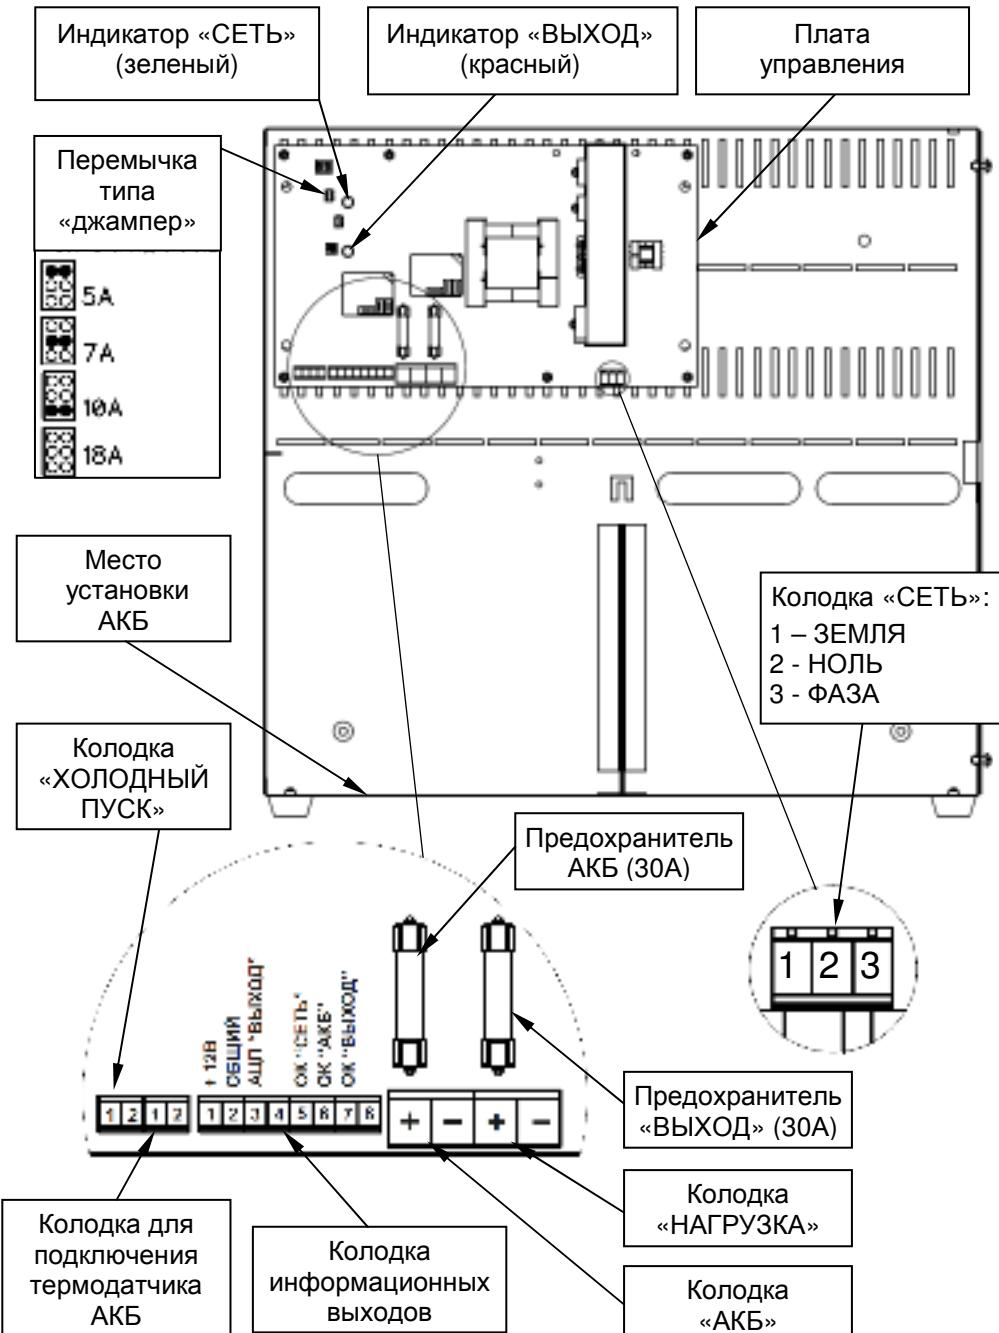

Рисунок 1 - общий вид источника с открытой крышкой
- возможность восстановления работоспособности источника при подключении исправной и заряженной АКБ и отсутствии напряжения питающей сети («холодный запуск») путем кратковременного замыкания контактов соответствующей колодки (см. рисунок 1);
Источник обеспечивает ограничение тока заряда АКБ. Выбор одного из четырех значений ограничения тока заряда АКБ осуществляется установкой/удалением соответствующей перемычки типа «джампер» (см. рисунок 1) в соответствии с рекомендациями таблицы 2.
Не светится	Выход «НАГРУЗКА» отключен: - АКБ отсутствует или - напряжение на клеммах АКБ менее 10,5 В, или - неисправен предохранитель АКБ (см. рисунок 1)
Выполните подключение внешних цепей к источнику в соответствии с назначением клемм подключения (Рисунок 1) в следующей последовательности:
- ◆ Провод заземления подключите к клемме 1 (ЗЕМЛЯ) на колодке «СЕТЬ» (см. рисунок 1).
- ◆ Установите перемычкой-джампером требуемое значение ограничения тока заряда АКБ (см. рисунок 1 и таблицу 2);
- ◆ Проверьте наличие и исправность предохранителей, расположенных на плате управления (см. рисунок 1);
- ◆ Подключите, **соблюдая полярность**, кабель питания нагрузки к клеммам колодки «НАГРУЗКА» (см. рисунок 1).
- ◆ Подключите, **соблюдая полярность**, перемычки АКБ к клеммам колодки «АКБ» (см. рисунок 1) (перемычки АКБ входят в комплект поставки).
- ◆ Подключите, соблюдая фазировку, сетевые провода к соответствующим контактам сетевой клеммной колодки (см. рисунок 1).